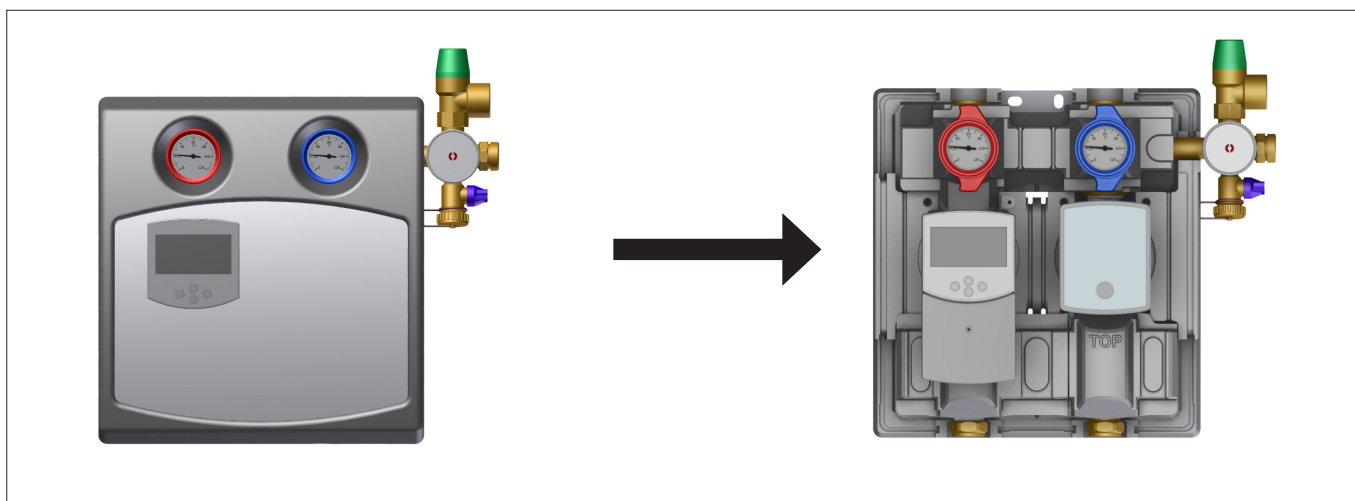

Fig. 4: Smontaggio del rivestimento (illustrazione rif. al mod. 8130 +dispositivo di regolazione)
- Smontare il rivestimento anteriore della stazione solare (vedere Fig. 4 a pag. 10).